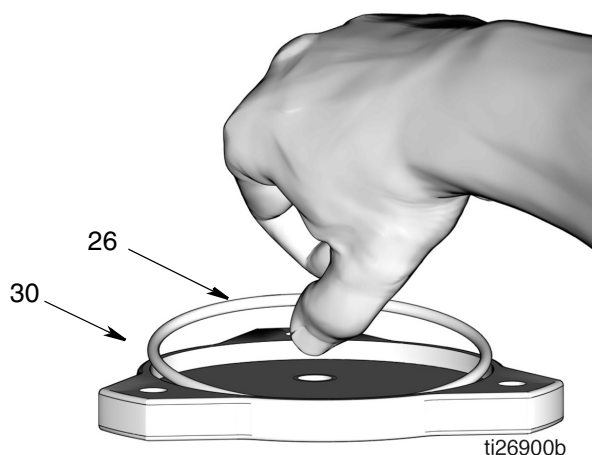

Рис. 59
12. Нанесите тонкий слой консистентной смазки на уплотнительное кольцо (26). Установите уплотнительное кольцо круглого сечения внутрь канавки на крышке (30), как показано на Рис. 59.